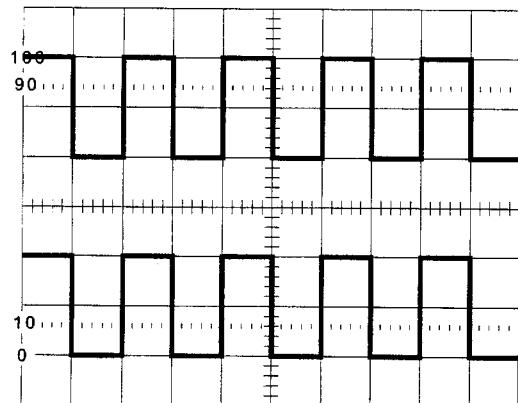

Abbildung 7.3-1
- 2.) Bringen Sie AC-GND-DC Schalter für den CH 2 Eingang in Stellung AC. Am Schirm sollte ein Bild wie in Abbildung 7.3-1 gezeigt, erscheinen.